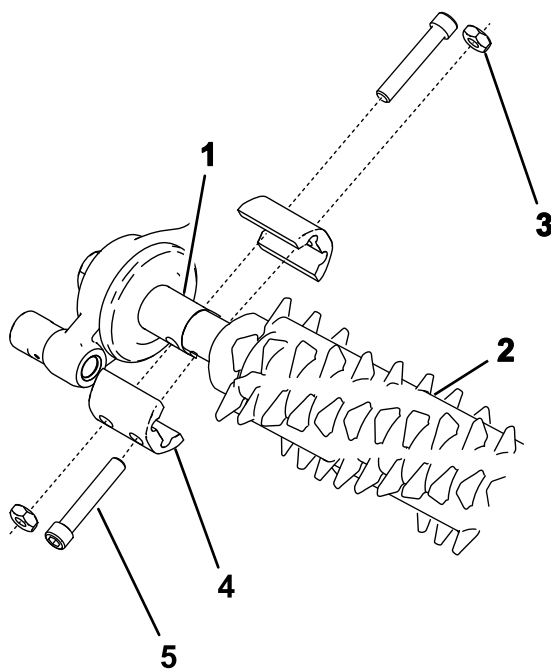

図 18
2. グルーマアセンブリを、グルーマ駆動ボックスのスタブシャフトとアイドルアセンブリとにセットする 図 18。
3. 図 18のように、グルーマをマシンに取り付けるボルトは軽く締めた状態にする。